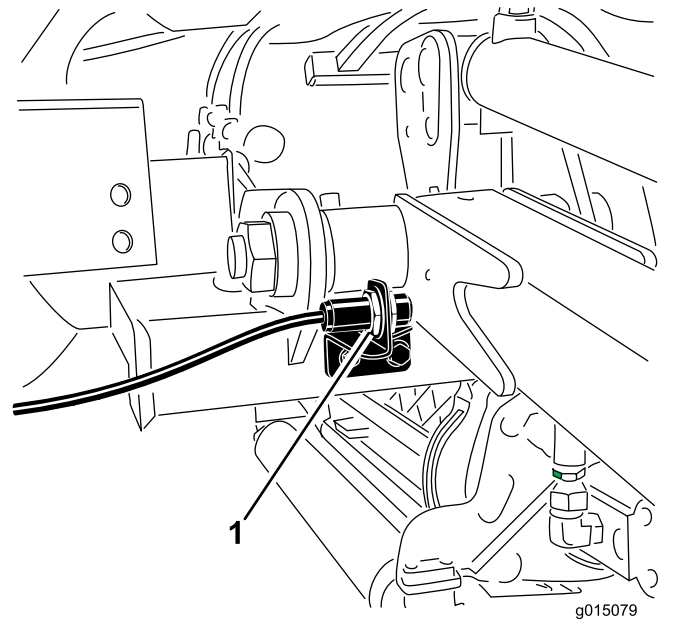

Figura 39
2. El interruptor del brazo de elevación está situado detrás del brazo de elevación delantero derecho (Figura 39).
3. Afloje los tornillos de montaje del interruptor (Figura 39) y mueva el interruptor hacia arriba para aumentar la altura de giro del brazo de elevación, o hacia abajo para reducir la altura de giro del brazo de elevación.